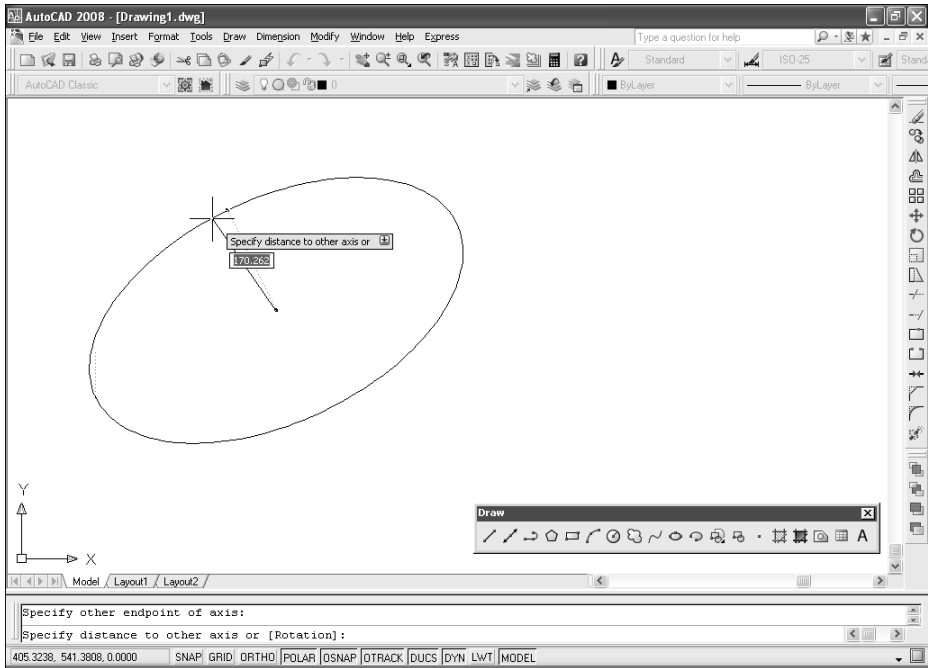

Рис. 2.22. Вычерчивание эллипса
4. Задайте вторую оконечную точку. Обратите внимание, что теперь резиновая линия проходит от средней точки оси, которую вы определили. Вы также увидите эллипс, который изменяется при перемещении указателя-перекрестия (рис. 2.22). AutoCAD отобразит следующее приглашение: